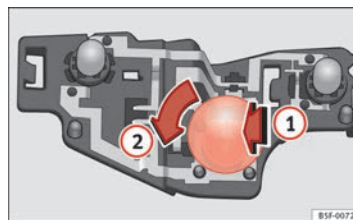

Fig. 148 Ubicación de las lámparas de incandescencia en el portalámparas.
- Presione la lámpara defectuosa ligeramente hacia el portalámparas ⇒ fig. 148 **1**, gírela a continuación hacia la izquierda **2** y extraícala.